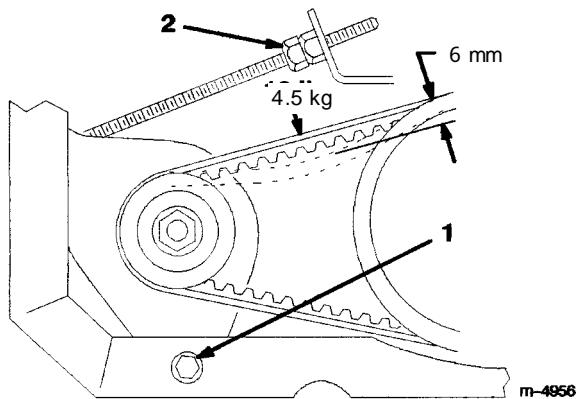

図38
2. ジェネレータのピボットボルト（図38）をゆるめる。
4. 調整ボルト（キャリッジボルト）を締め、ピボットボルトを締める（図38）。